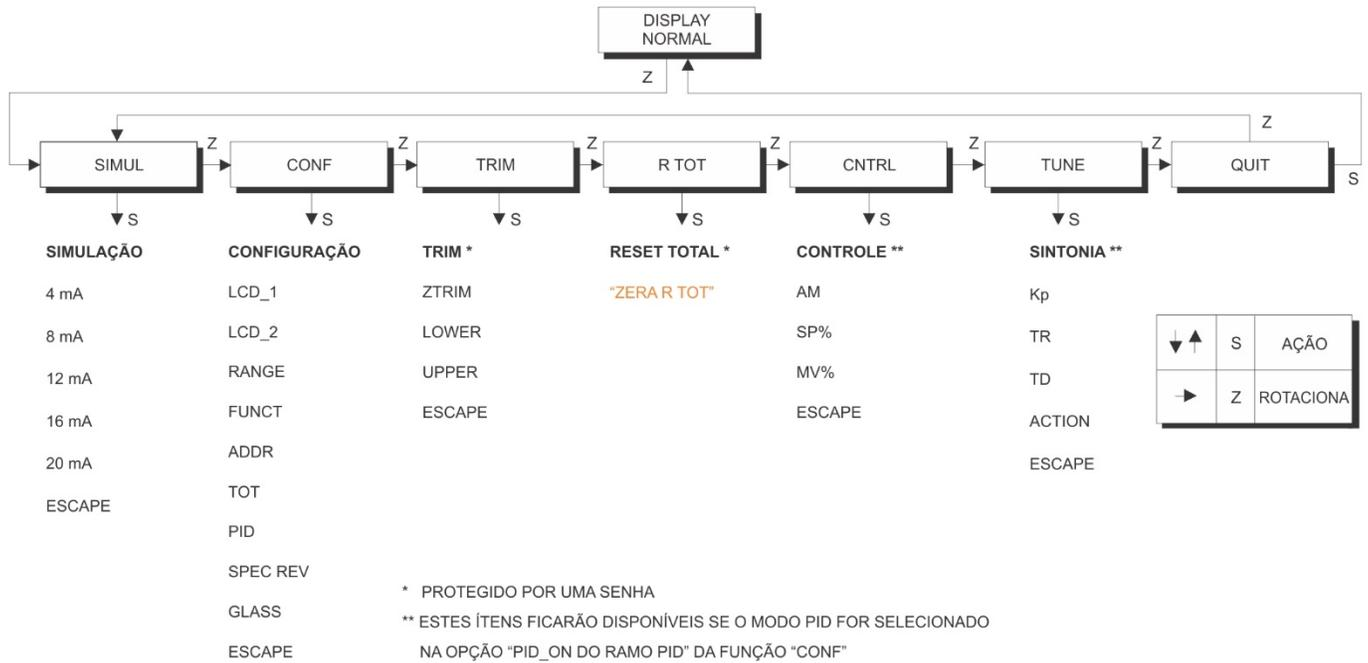

Figura 4.3 - Árvore de Programação Via Ajuste Local - Menu Principal
**2** - Para ir até a opção desejada, rotacione entre as opções, aguarde o display mostrá-la e mova a chave de fenda magnética de (**Z**) para (**S**). Veja a Figura 4.3 – Árvore de Programação Via Ajuste Local, para conhecer a posição da opção a ser escolhida. Voltando a chave de fenda magnética para (**Z**) é possível rotacionar entre as novas opções, só que dentro deste novo ramo.
O ajuste local utiliza uma estrutura em árvore sendo que a atuação na chave magnética **(Z)** permite a rotação entre as opções de um ramo e a atuação na outra **(S)**, detalha a opção selecionada. A Figura 4.3 - Árvore de Programação Usando o Ajuste Local mostra as opções disponíveis no **LD301**.
A partir da versão 7.00.00 do LD301 a árvore do ajuste local foi alterada para a mostrada na figura 4.3.